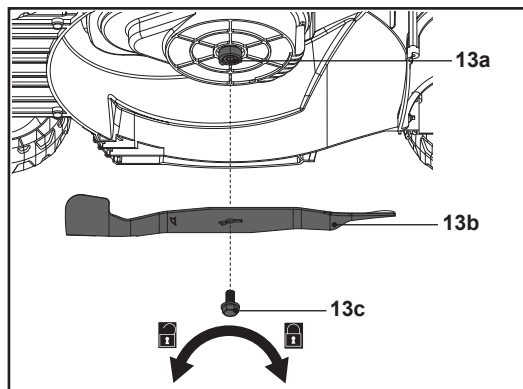

Fig. 16
1. Maintenir le dessous du produit et la lame de coupe (13b) propres et exempts de débris. Retirer l'herbe coupée de la goulotte d'éjection arrière (20).
- Remplacer la lame de coupe (13b) par une neuve de même type. Vérifier d'abord l'état du support de lame (13a) sur la broche, fixer la lame de coupe (13b) sur le support de lame (13a) en l'alignant sur les motifs du support de lame (13a), puis installer correctement le boulon tête hexagonale avec les rondelles (13c) pour stabiliser le raccordement. Serrer le boulon tête hexagonale (13c) dans le sens des aiguilles d'une montre à 25 Nm min./30 Nm max. pour assurer le bon fonctionnement du produit (Fig. 16).